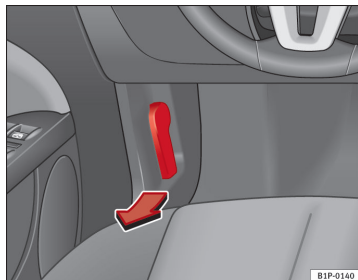

Fig. 142 Udsnit af fodrummet i førersiden: udløserarm til motorhjelmen
- Træk armen under instrumentpanelet ⇒ Fig. 142 i pilens retning. Motorhjelmen udløses ved hjælp af en fjeder ⇒ ⚠.